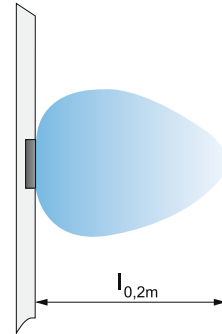

Рис. 6. Изовела. Стандарт. (Короткая струя).
- дБ(C) обычно на 6-9 децибел больше дБ(A). Для более точного расчета см. раздел Акустика общего каталога.
- Расположение дисков для длинной струи, $l_{0,2}$ умножается на коэффициент 1,5 (см. рис. 6,7).